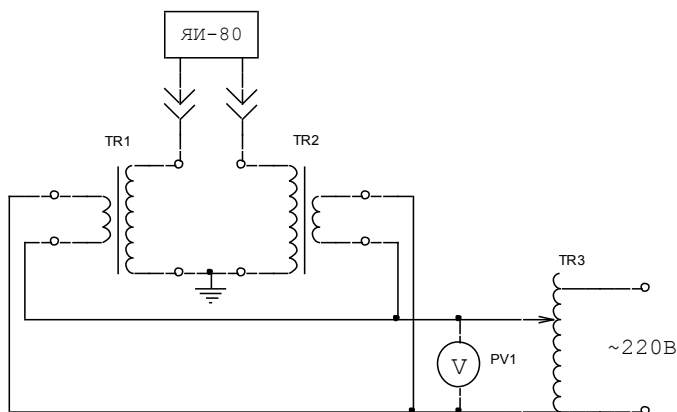

Рисунок 1.Схема калибровки ЯИ-80.
Рисунок 1. Схема калибровки ЯИ-80 .....	12
3.2.4.2 ЯИ-80 подключается к высоковольтным выводам двух измерительных трансформаторов НЛЛ-35 с заземленными низковольтными выводами (см. рисунок 1). При калибровке ЯИ-80 подключается высоковольтными кабелями длиной порядка 1м и устанавливается так, чтобы в радиусе 1м не было никаких заземленных